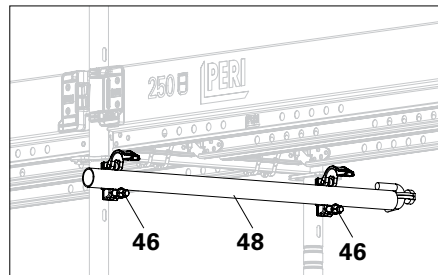

Abb. A7.02
1. Gerüsthalter UWT (46) in Ringschraube einhängen.
2. Gerüsthalter UWT in Gerüsthalterkupplung/en EWC montieren. (Abb. A7.02 + A7.03)